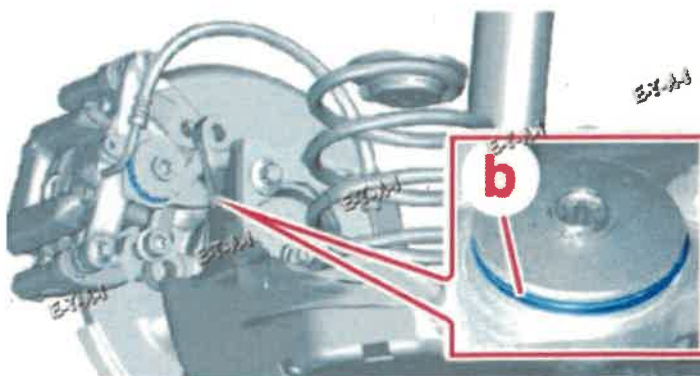

Fig. 3
- Déposer le joint en (b) (Fig. 3).